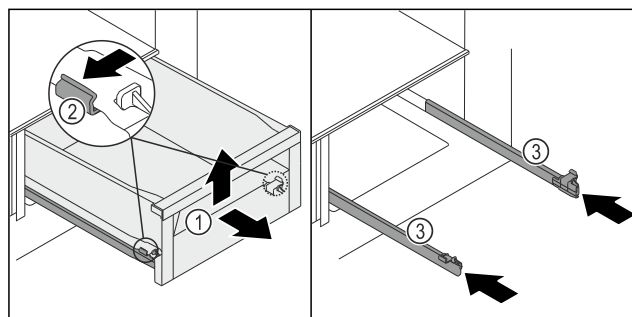

Fig. 199
- Vytáhněte zásuvku Fig. 199 (1) až na doraz.
- Svorku Fig. 199 (2) vlevo a vpravo současně lehce stlačte na kolejničkách směrem ven.
- Zásuvka Fig. 199 (1) se uvolní z kolejniček.
- Nadzvedněte zásuvku Fig. 199 (1) vpředu.
- Vyjměte zásuvku Fig. 199 (1) dopředu.
- Zasuňte kolejničky Fig. 199 (3).